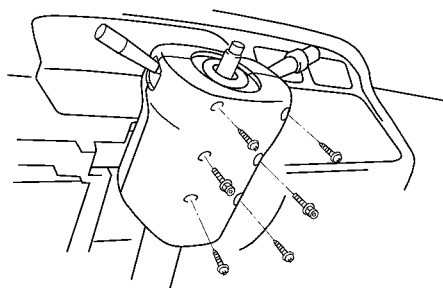

图 17-108 拆下 6 个螺钉和转向柱罩
(1) 从负极端子脱开蓄电池电缆。
(2) 拆下转向盘。
(3) 拆下转向柱罩。拆下 6 个螺钉和转向柱罩，如图 17-108 所示。